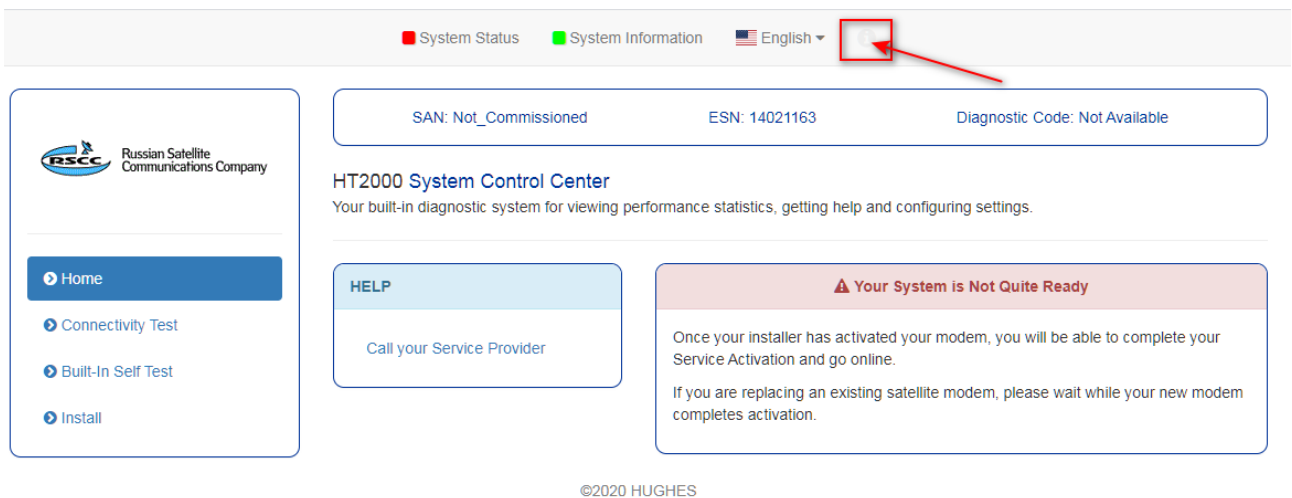

Рисунок 14. Переход на страницу конфигурации и статистики
4. С главной страницы модема перейдите на страницу конфигурации и статистики, для этого нажмите на «i» в верхнем правом углу (рисунок 14).
Если поле выбора спутника пустое, значит на модем не загружен конфигурационный файл, сделать это можно следующим образом: необходимо закрыть страницу инсталляции, вернуться в Web-интерфейс модема (Рисунок 14 и 15), в меню «Installation» выбрать подменю «Advanced» и нажать на пункт «Upload SBC Config». Далее необходимо нажать на кнопку «Выберите файл», найти на своё ПК файл «sbc.bin», предварительно загруженный с портала hughes.kras.ru, после нажать кнопку Upload. (Рисунок 17)